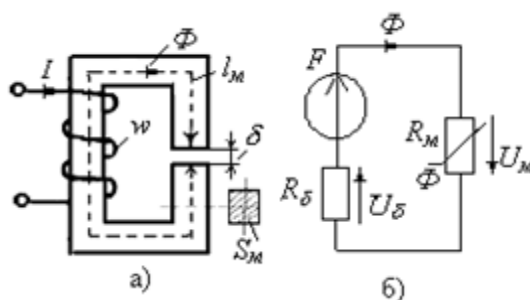

Рис. 6.1. Неразветвленная магнитная цепь и ее схема замещения
В данной расчетно-графической работе используется неразветвлённая неоднородная цепь, имеющая однородный ферромагнитный сердечник и воздушный зазор. Магнитный поток в цепи создаётся магнитодвижущей силой (МДС) $F = wI$ катушки с числом витков w , подключенной к источнику постоянного тока I , рис. 6.1а.
На рис. 6.1б показана электрическая схема замещения магнитной цепи:
В основе расчёта магнитных цепей лежит закон полного тока, который для магнитной цепи (рис.6.1, б) записывают в следующем виде:
Последнему уравнению соответствует электрическая схема замещения магнитной цепи (рис. 6.1, б), состоящая из источника МДС F , нелинейного R_m и линейного R_δ магнитных сопротивлений, на зажимах которых при прохождении потока Φ создаются магнитные напряжения $U_m = \Phi R_m$ и $U_\delta = \Phi R_\delta$.
2. На полученную ранее вебер-амперную характеристику нелинейного участка схемы рис. 6.1б накладываем вебер-амперную характеристику линейного участка, описываемую уравнением $Hl_M = F - \Phi R_\delta$. Эту линейную характеристику можно провести по двум точкам, расположенным на осях и показанным на рис. 6.2б стрелками с надписями F и F/R_δ .
4. Магнитное напряжение на воздушном зазоре согласно рис.6.1б равно